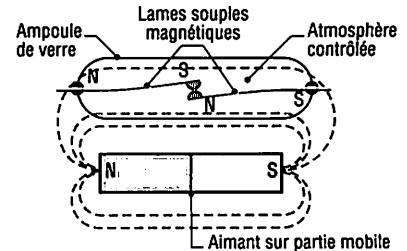

Fig. 8 : Contact magnétique.
- des contacts magnétiques (fig. 8), placés dans les feuillures de porte, ils sont actionnés en présence d'un aimant placé dans la porte,